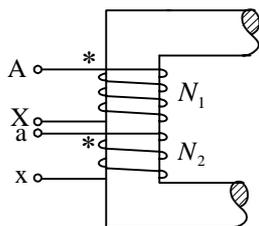

图 5.42 习题 5.2 图
5.2 单相变压器的额定电压为  $220\text{V}/110\text{V}$ ，如图 5.42 所示。设高压侧外加  $220\text{V}$  的电压，励磁电流为  $I_m$ ，主磁通为  $\Phi_m$ 。若 X 与 x 连接在一起，在 Ax 端外加  $330\text{V}$  的电压，此时励磁电流、主磁通各为多少？若 X 与 x 连接在一起，Aa 端外加  $110\text{V}$  的电压，则励磁电流、主磁通又各为多少？